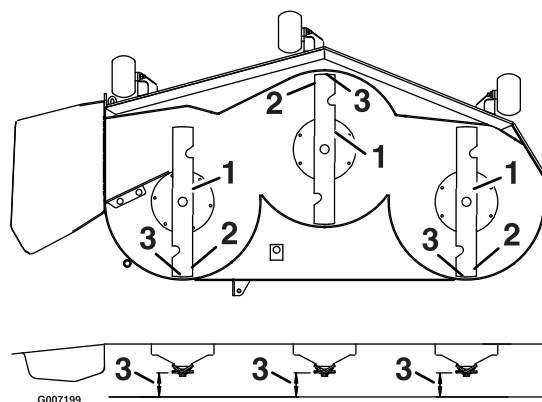

Figure 62
3. Faites pivoter les lames avec précaution pour faire passer les pointes avant à l'arrière (Figure 62).
4. Mesurez la distance entre la pointe de la lame avant et la pointe de la lame arrière par rapport à la surface plane (Figure 62).